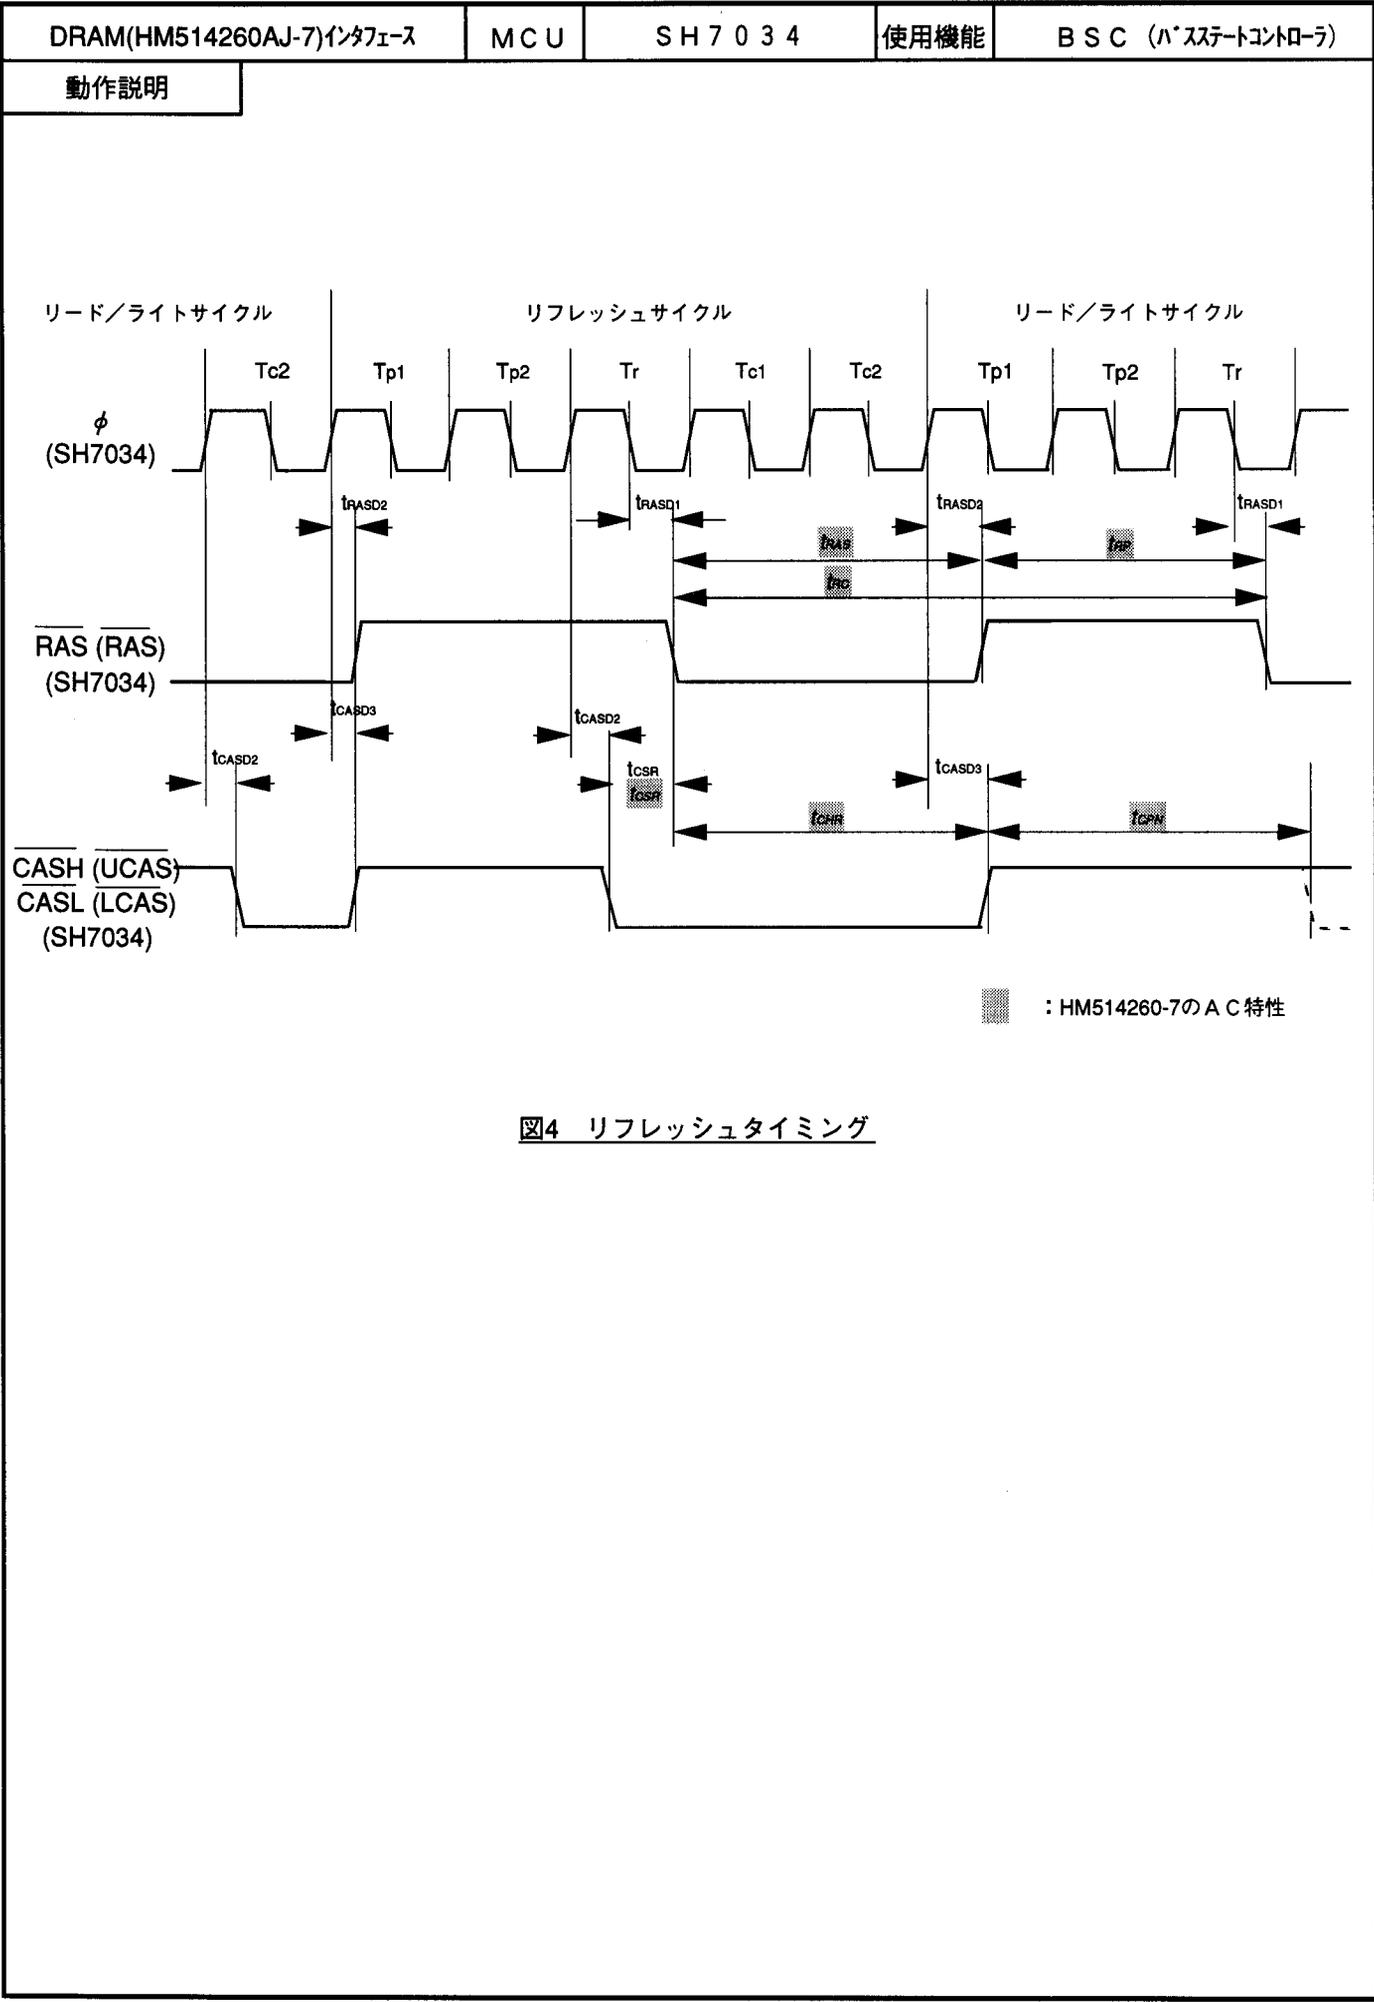

図4 リフレッシュタイミング
<p>(2) リフレッシュ</p> <p>図4にCASビフォRASリフレッシュタイミングチャートを示します。SH7034とHN514260-7を直接接続する場合、HN514260-7の <math>t_{CSR}</math> (CASセットアップ時間)、<math>t_{CHR}</math> (CASホールド時間)、<math>t_{CPN}</math> (CASプリチャージ時間)、<math>t_{RC}</math> (ランダムリード/ライトサイクル時間)、<math>t_{RAS}</math> (RASパルス幅) が満足されていることを確認します。</p> <p>図4から各タイミングは以下ようになります。</p> <p>(a) HM514260-7の <math>t_{CSR}</math>、<math>t_{CHR}</math>、<math>t_{CPN}</math>、<math>t_{RC}</math>および <math>t_{RAS}</math></p> $t_{CSR} = t_{CSR(\min)} = 10\text{ ns} \geq 10\text{ ns (HM514260-7 } t_{CSR})$ $t_{CHR} = t_{CL(\min)} + TC1 + TC2 + t_{CASD3(\min)} - t_{RASD1(\max)} = 20 + 50 + 50 + 0 - 25 = 95\text{ ns} \geq 10\text{ ns (HM514260-7 } t_{CHR})$ $t_{CPN} = TP1 + TP2 + Tr + TC1 + t_{CASD2(\min)} - t_{CASD3(\max)} = 50 + 50 + 50 + 50 + 0 - 20 = 180\text{ ns} \geq 10\text{ ns (HM514260-7 } t_{CPN})$ $t_{RC} = t_{CL(\min)} + TC1 + TC2 + TP1 + TP2 + t_{CH(\min)} + t_{RASD1(\min)} - t_{RASD1(\max)} = 20 + 50 + 50 + 50 + 50 + 20 + 0 - 20 = 220\text{ ns} \geq 130\text{ ns (HM514260-7 } t_{RC})$ $t_{RAS} = t_{CL(\min)} + TC1 + TC2 + t_{RASD2(\min)} - t_{RASD1(\max)} = 20 + 50 + 50 + 0 - 25 = 95\text{ ns} \geq 70\text{ ns (HM514260-7 } t_{RAS})$